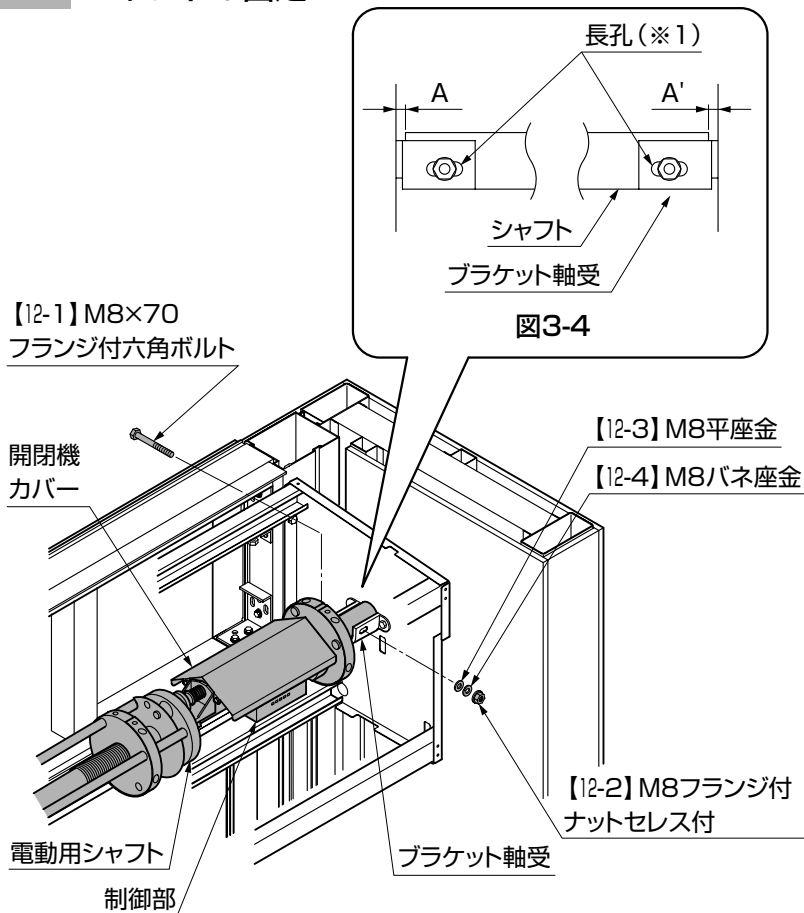

図3-3
- ①左右のブラケット軸受の長孔(※1)の中間とシャフトの孔が合うように乗せてください。(図3-3参照)
- ②【12-1】を柱側から差込んで、【12-2】、【12-3】、【12-4】でブラケット軸受とシャフトを仮固定してください。